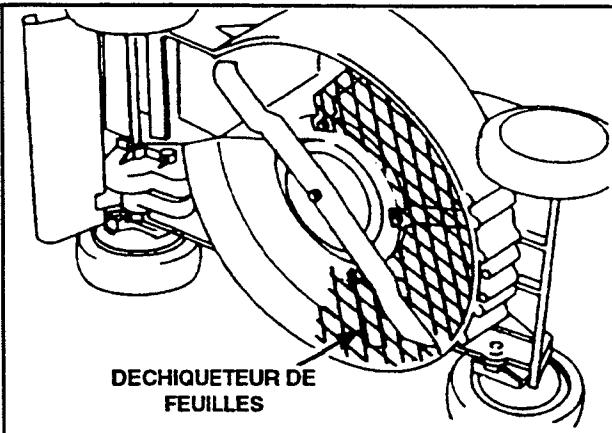

Figure 36
2. Déchiqueteur de feuilles (modèle n°59180) – Se monte sous la tondeuse en quelques minutes, sans qu'il soit nécessaire d'enlever la lame. Déchiquette les déuilles en petits morceaux afin de permettre une bonne aspiration dans le sac à herbe et donc un enlèvement pratique (fig. 36).